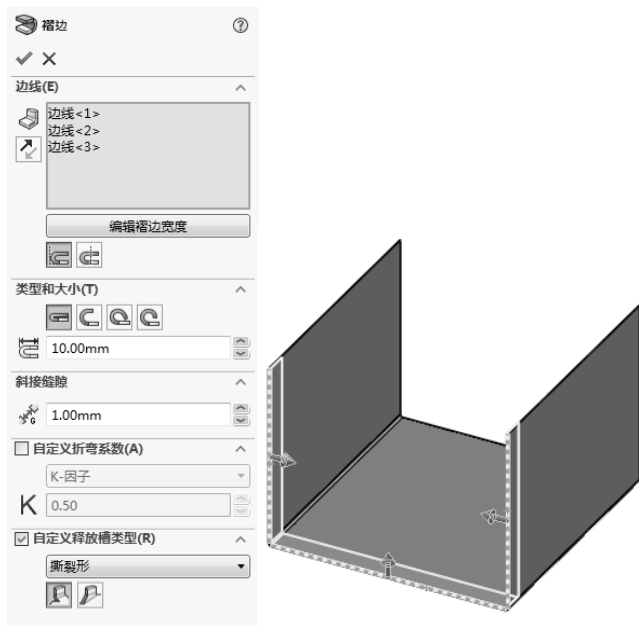

图 10-149 生成褶边特征操作
4) 生成褶边特征。单击“钣金”控制面板中的 (褶边) 按钮, 或选择“插入”→“钣金”→“褶边”菜单命令, 在“褶边”属性管理器中单击 (材料在内) 按钮, 在“类型和大小”选项组中单击 (闭合) 按钮, 其他设置如图 10-149 所示。单击鼠标拾取图 10-149 所示的三条边线, 生成褶边特征。最后单击 (确定) 按钮。